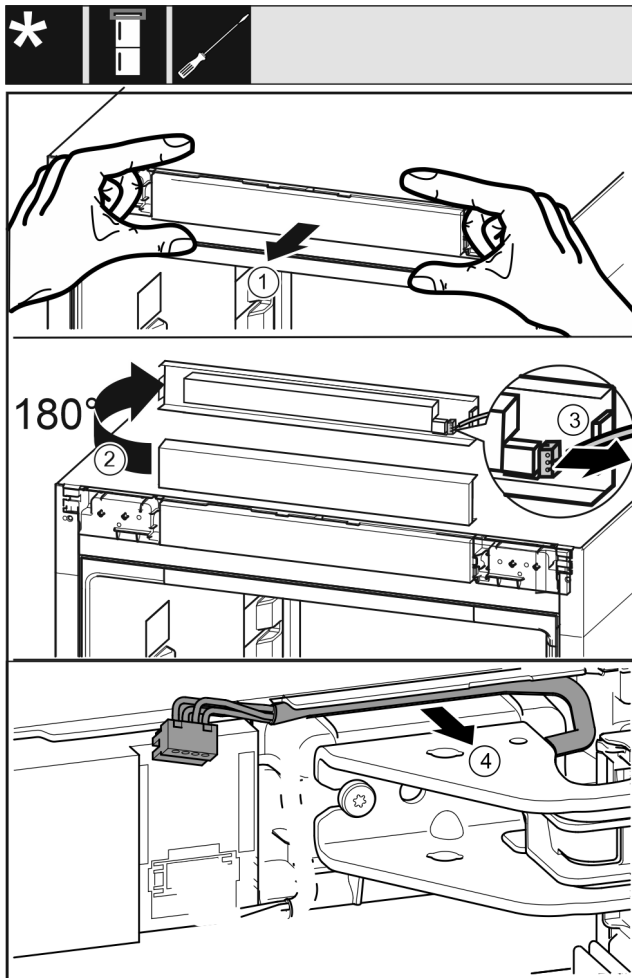

Fig. 23
- ▶ Bedieningspaneel Fig. 23 (1) van het apparaat voorzichtig naar voren toe losmaken.
- ▶ Bedieningspaneel Fig. 23 (2) naar boven met 180° draaien.
- ▶ Vergrendelingslipje Fig. 23 (3) naar achteren drukken en de stekker voorzichtig er uit trekken.
- ▶ Kabel Fig. 23 (4) middels lagerbok voorzichtig uit de geleiding losmaken.